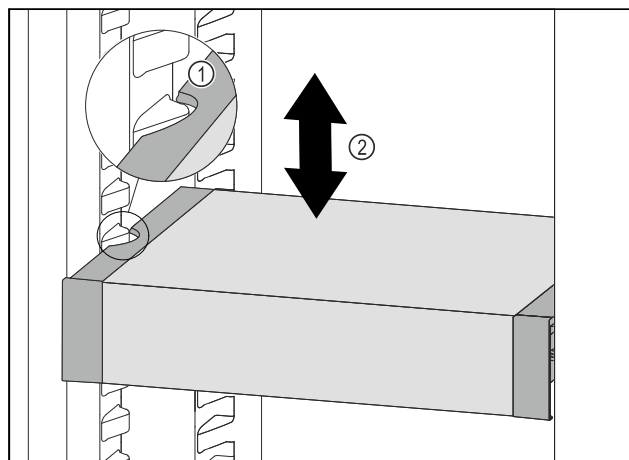

Fig. 103
- ▶ Тяните VarioSafe вперед, пока боковые выемки VarioSafe не окажутся на высоте выступа резервуара в холодильном отделении. Fig. 103 (1)
- ▶ Двигайте VarioSafe в холодильном отделении вверх или вниз, пока не будет достигнута требуемая высота. *Fig. 103 (2)*